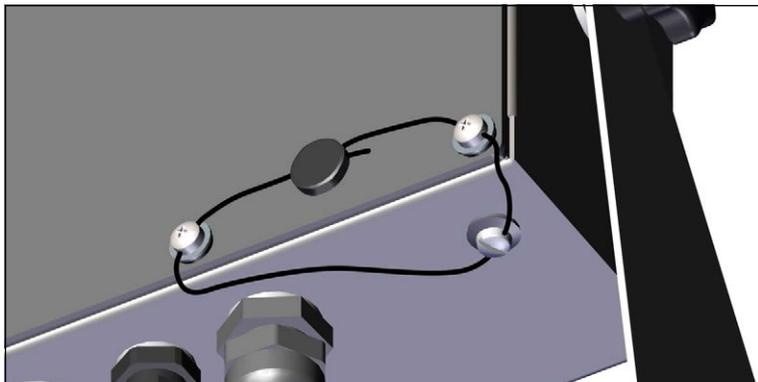

Abbildung 2-12. Versiegeln des Indikators – Kein Zugang
3. Den Versiegelungsdraht durch die Linsenschrauben an der Rückplatte und die Linsenschraube an der Unterseite des Gehäuses führen, wie in Abbildung 2-12 gezeigt.